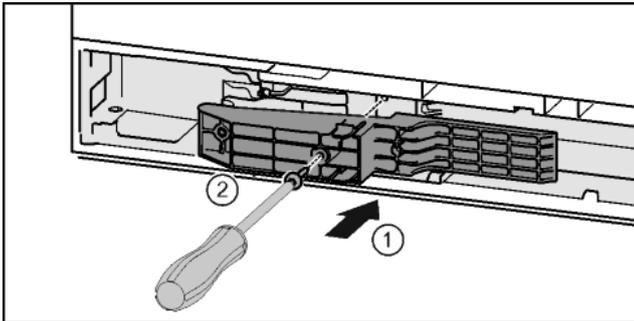

Fig. 44\*
- ▶ Adapterstück auf der Griffseite in die Aussparung einsetzen.\* Fig. 44 (1)
- ▶ Schrauben mit Schraubendreher T15 festschrauben.\* Fig. 44 (2)